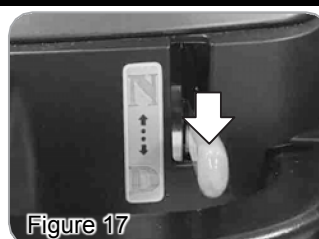

Figure 17
- Lorsque le levier est en position de conduite (D), le scooter peut être conduit. La position normale est en D (figure 17).